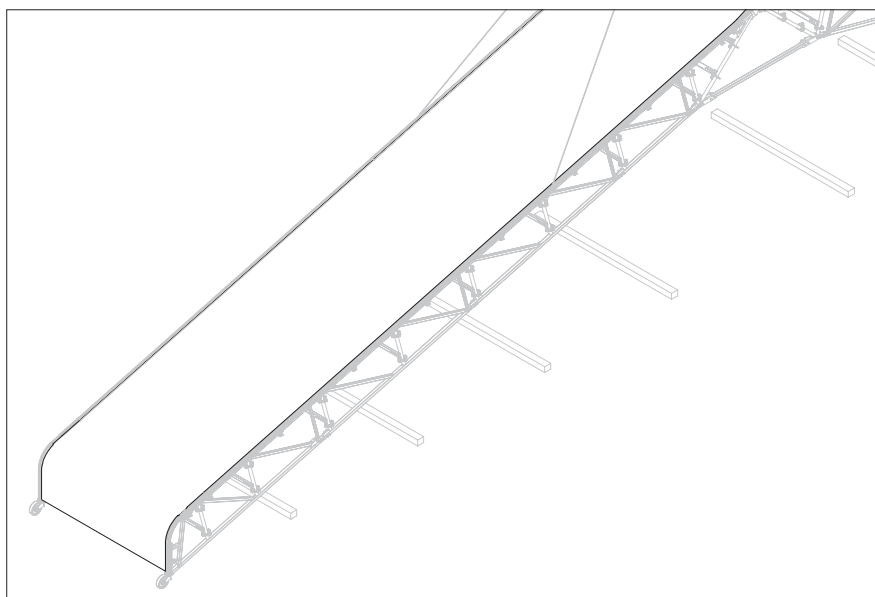

Fig. A5.04
12. Tirare il telo verso il basso. (Fig. A5.04)